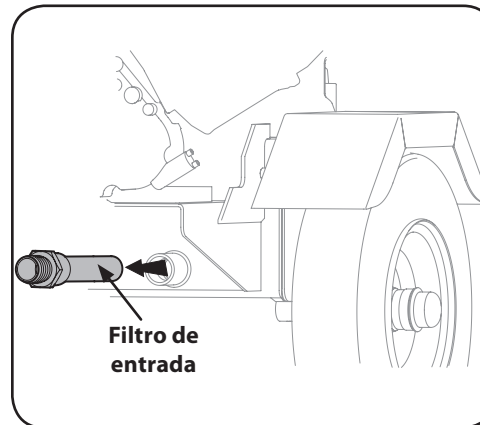

Figura 4-3
5. Con cuidado, un- enrosque el filtro de entrada y limpiarlo con aceite penetrante. Vea la Figura 4-3.